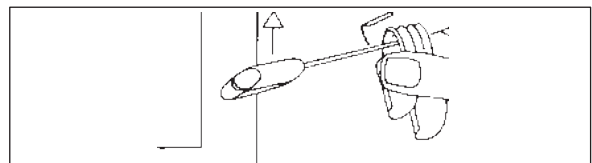

Fig. 40
3. Porre il pennello o il bordo piano dello stoppino di feltro in modo tale che scorra in parte sul substrato. Spostare il pennello lungo il bordo della grafica o della laminazione con un movimento continuo e regolare, riempiendo con una mano isolante dove necessario. Prestare attenzione per garantire una copertura totale dei bordi. Fig. 40